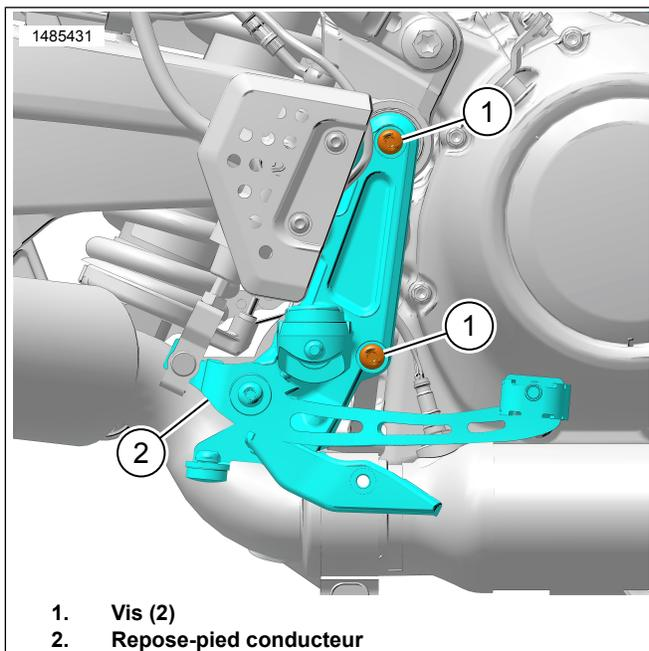

Figure 2. Repose-pied du conducteur
2. Figure 2 Déposer les vis (1).
- a. Fixer l'ensemble repose-pied conducteur (2) sur le côté.
1. Figure 2 Installer le marchepied du conducteur (2).
2. Nettoyer les filets des vis (1) et les trous dans le cadre.
3. Appliquer du frein filet sur les vis (1).